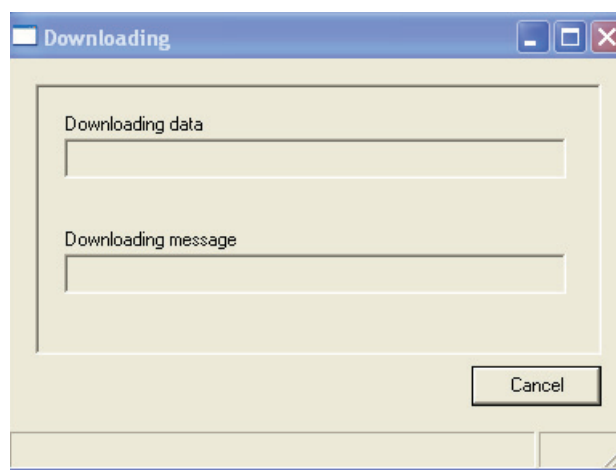

figure 8.20: Fenêtre Download configuration
- Si vous cliquez sur No, le logiciel commence à télécharger la temporisation depuis le Plena Weekly Timer vers le PC, et la fenêtre de téléchargement s'affiche (voir figure 8.20). Lorsque le téléchargement est terminé, cette fenêtre se ferme.